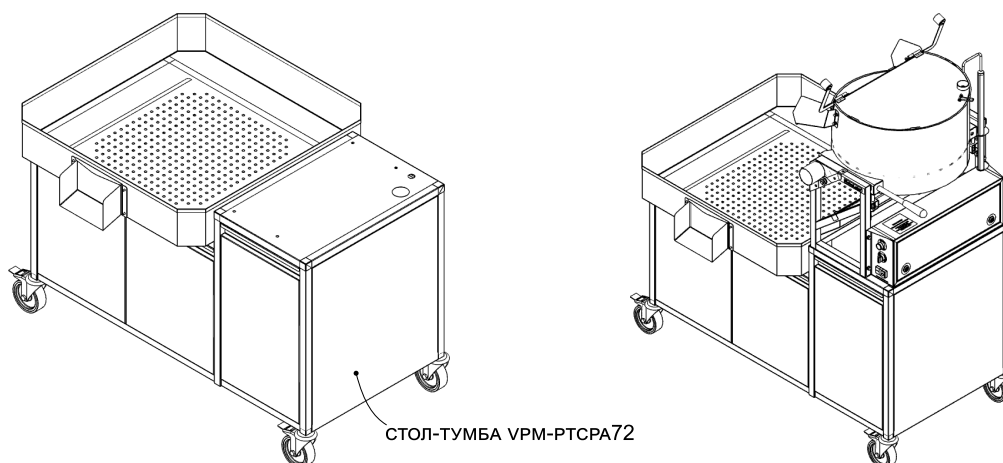

Рисунок 4: Установка изделия на стол-тумбу
6. Установите изделие на **стол-тумбу VPM-PTCPA72**, как показано на Рис. 4. Закрепите изделие с помощью крепежа.